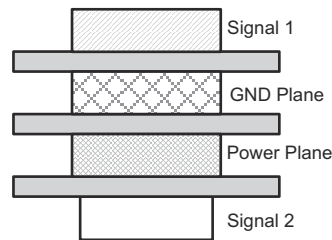

图 8-3. 四层板堆叠
5. 不要将 **USB** 迹线布置在晶振、振荡器、时钟信号发生器、开关稳压器、安装孔、磁性器件或使用、复制时钟信号的集成电路 (IC) 以下或靠近这些器件。
9. 由于 **USB** 具有相关的高频特性，因此所推荐的印刷电路板至少为 4 层；两个信号层划分为接地层及电源层，如图 8-3 所示。